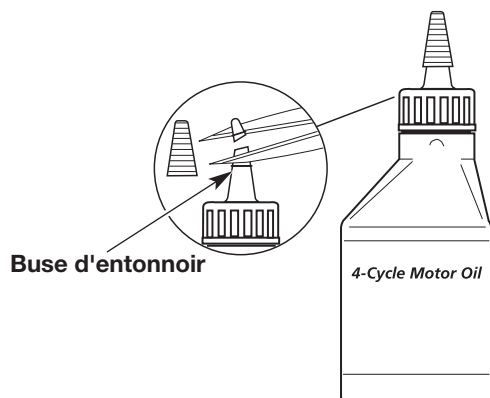

Fig. 15
Votre appareil est livré avec une bouteille d'huile SAE 30 SF, SG, SH de 90 ml (3,0 fl oz) (Fig. 15).
1. Dévisser le bouchon de la bouteille d'huile et retirez le papier couvrant l'ouverture. Remplacez le bouchon. Coupez la pointe de la buse de l'entonnoir (Fig. 15).